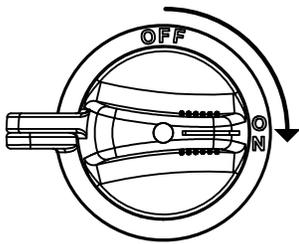

Figure 40. Commutateur de la batterie (ON)
3. Mettre le **commutateur de la batterie** (Figure 40) dans la position de marche **ON**.